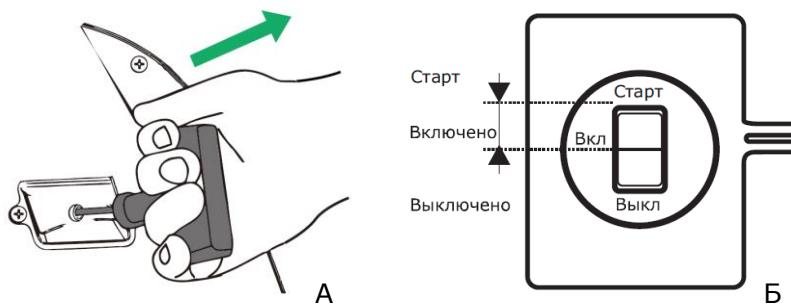

Рисунок 7
- Резко потяните рукоятку стартера (для генераторов с ручным пуском) (рисунок 7 Б) или нажмите клавишу электростартера (для генераторов с электростартером) (рисунок 7 Б). Клавишу электростартера следует отпустить сразу после пуска двигателя. Клавишу электростартера нельзя удерживать более 10 секунд во избежание повреждения генератора.